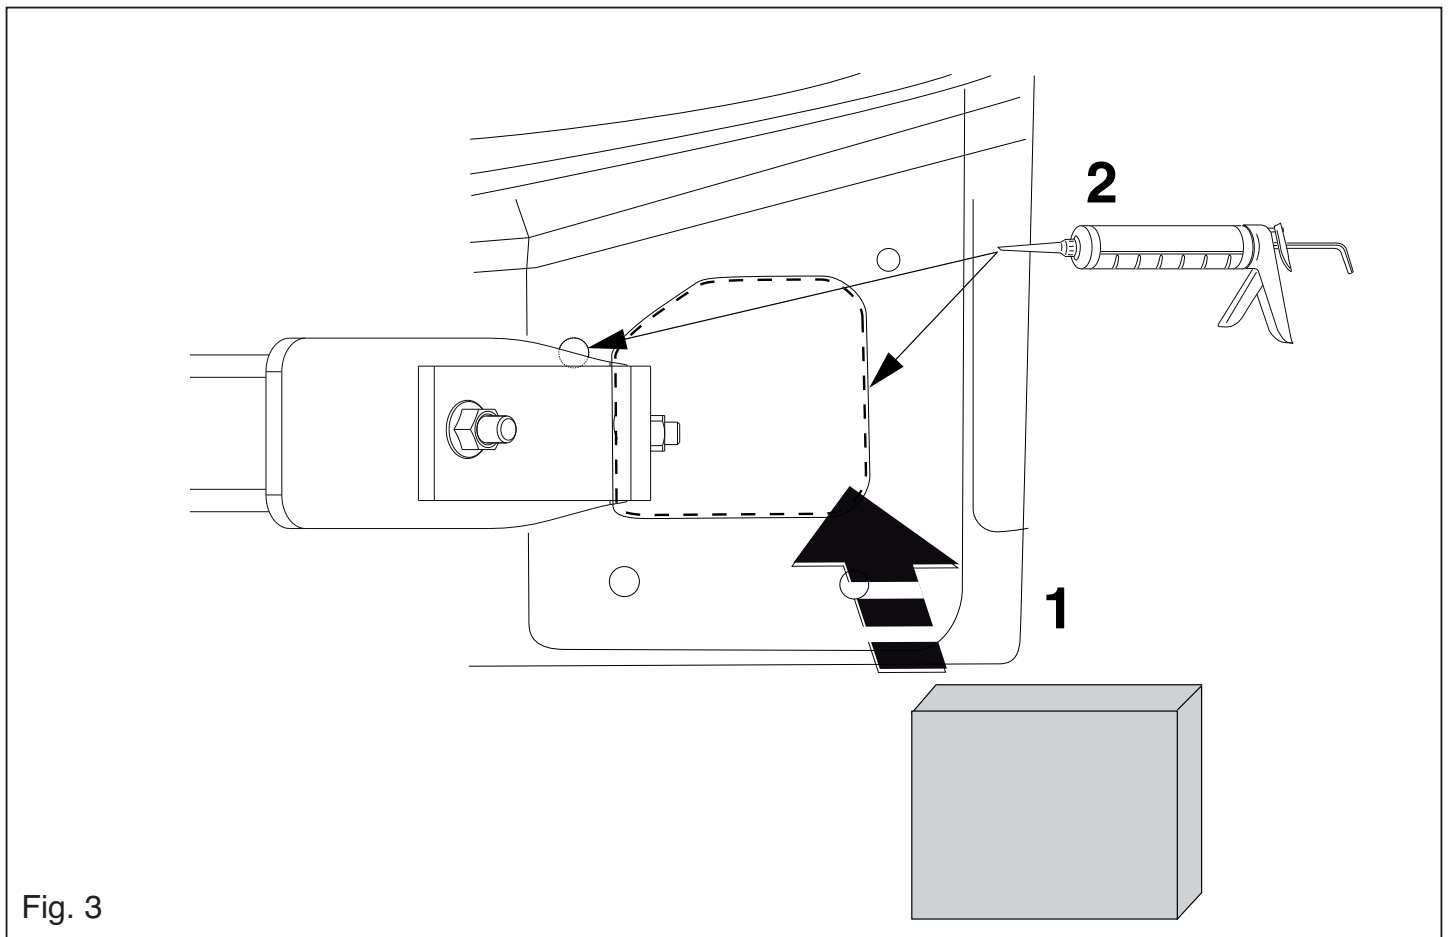

Fig. 3
10. Plaats de twee PE schuimblokken als afdichting in de chassisbalken. Kit de aangegeven delen af (zie fig. 3)
10. Place the two PE foam blocks as sealing in the chassis members. Seal the portions indicated (see fig. 3).
10. Die zwei PE-Schaumblöcke als Dichtung in den Fahrgestellträger einsetzen. Die angegebenen Teile kitten (siehe Abb. 3).